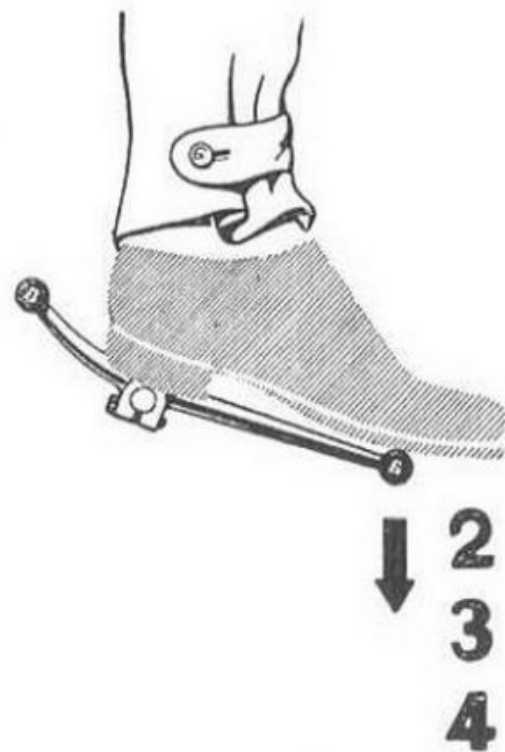

Fig. 4 - Innesto II - III - IV velocità.
- b) **per inserire la 2^a marcia** spingere (vedi fig. 4) verso il basso l'estremità anteriore della leva che — liberata dalla pressione del piede — ritornerà in posizione normale;